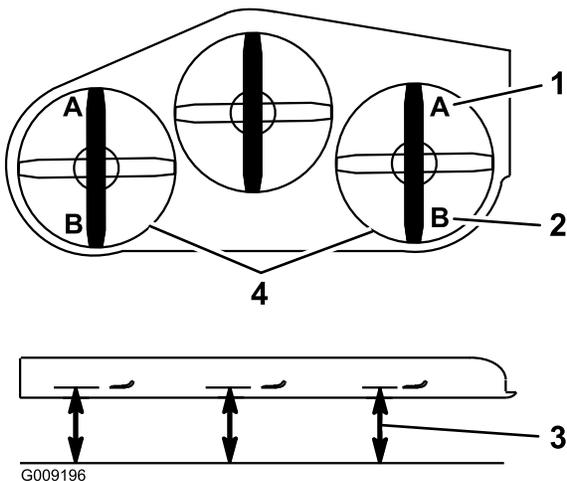

Figure 75
- 9. De chaque côté du plateau de coupe, mesurez la distance entre la surface plane et la pointe avant de la lame (position A). Il faut obtenir un écart de 7,6 cm (Figure 75).
15. De chaque côté du plateau de coupe, mesurez la distance entre la surface plane et la pointe arrière de la lame (position B). Il faut obtenir un écart de 8,3 cm (Figure 75).